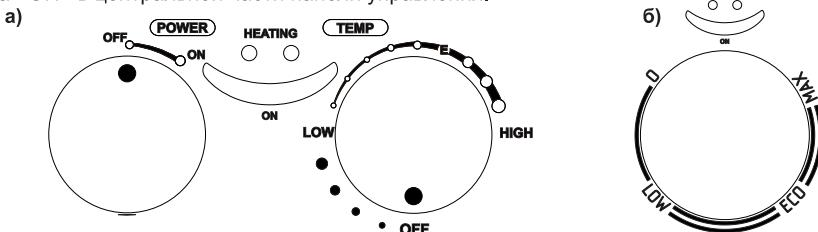

Рис. 3 Ручки управления водонагревателя: а) «WH» модели, б) «TT WH» модели
**5.4. Панель управления** (Рис. 3) состоит из:
7.1.5. Для включения водонагревателя в моделях, оснащенных выключателем (Рис. 3, а) необходимо повернуть ручку «POWER» в положение «ON». В моделях, оснащенных только ручкой регулировки (Рис. 3, б) при подключении вилки к розетке загорится индикаторная лампа «ON» в центральной части панели управления.
7.2.1. В моделях, оснащенных регулятором температуры (Рис. 3), температура нагрева воды может регулироваться ручкой, соединенной с термостатом в соответствии с обозначениями.
7.2.2. Температура устанавливается вращением ручки регулировки (Рис. 3, а, «TEMP») по часовой стрелке для увеличения температуры нагрева и против часовой стрелки для ее уменьшения.
7.2.3. Индикаторная лампа (Рис. 3, «HEATING») будет постоянно гореть во время фазы нагрева и погаснет после достижения заданной температуры.
7.2.4. Рекомендуется установить регулировочный винт термостата в положение (Рис. 3, а, «Е» и б, «ECO», соответствующее примерно 75% от максимального. В этом случае водонагреватель работает в экономичном режиме, значительно снижая скорость образования накипи.